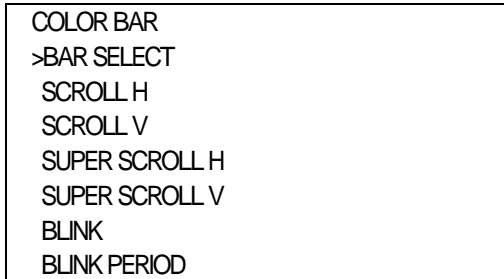

図4-2オンスクリーンメニュー (COLOR BAR例)
- 1)メインメニューで「COLOR BAR」を選択し、**ENTER**ボタンを押すと図4-2のような設定メニューが表示されます。